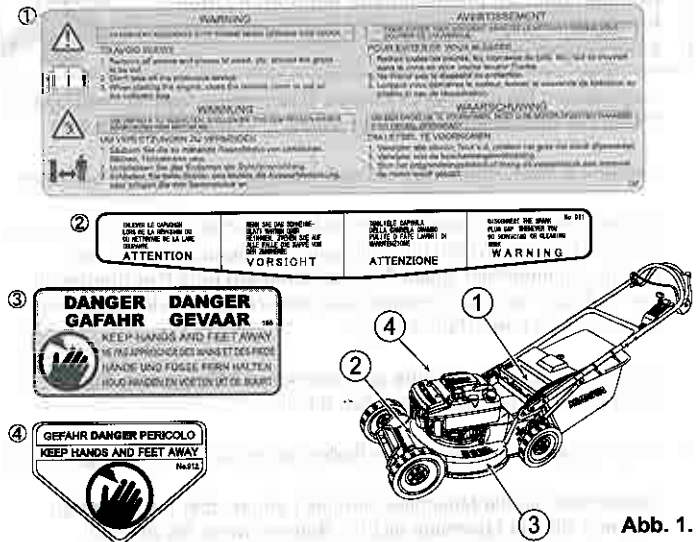

Abb. 1.
- Sicherheitsaufkleber sind wie in **Abb. 1** dargestellt am Rasenmäher angebracht.